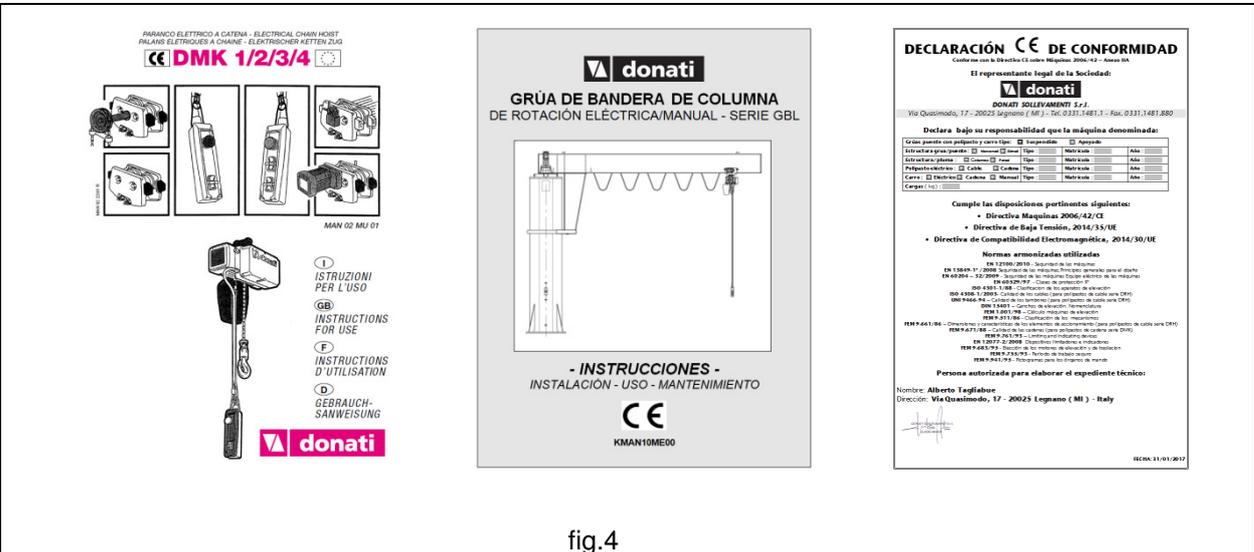

fig.4
- La documentación técnico/legal suministrada con la grúa de bandera incluye (fig. 4):